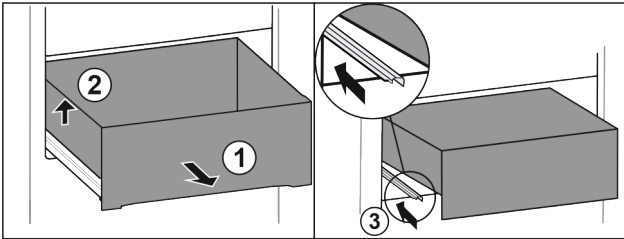

Fig. 105
- ▶ 将抽屉拉出至止挡。 Fig. 105 (1)
- ▶ 抬起抽屉左侧。 Fig. 105 (2)
- ▶ 推入左侧轨道。 Fig. 105 (3)